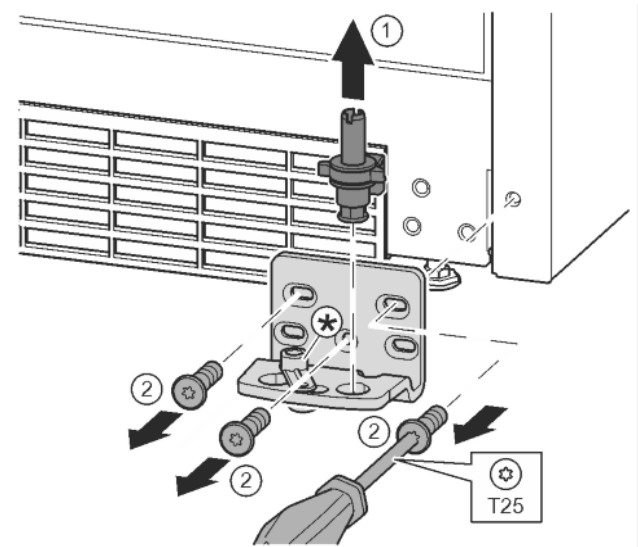

Fig. 14
- ▶ Ložiskový čep celý vytáhněte nahoru. Fig. 14 (1)
- ▶ Vyšroubování šroubů pomocí šroubováku T25 a sejmutí stojanu ložiska Fig. 14 (2)